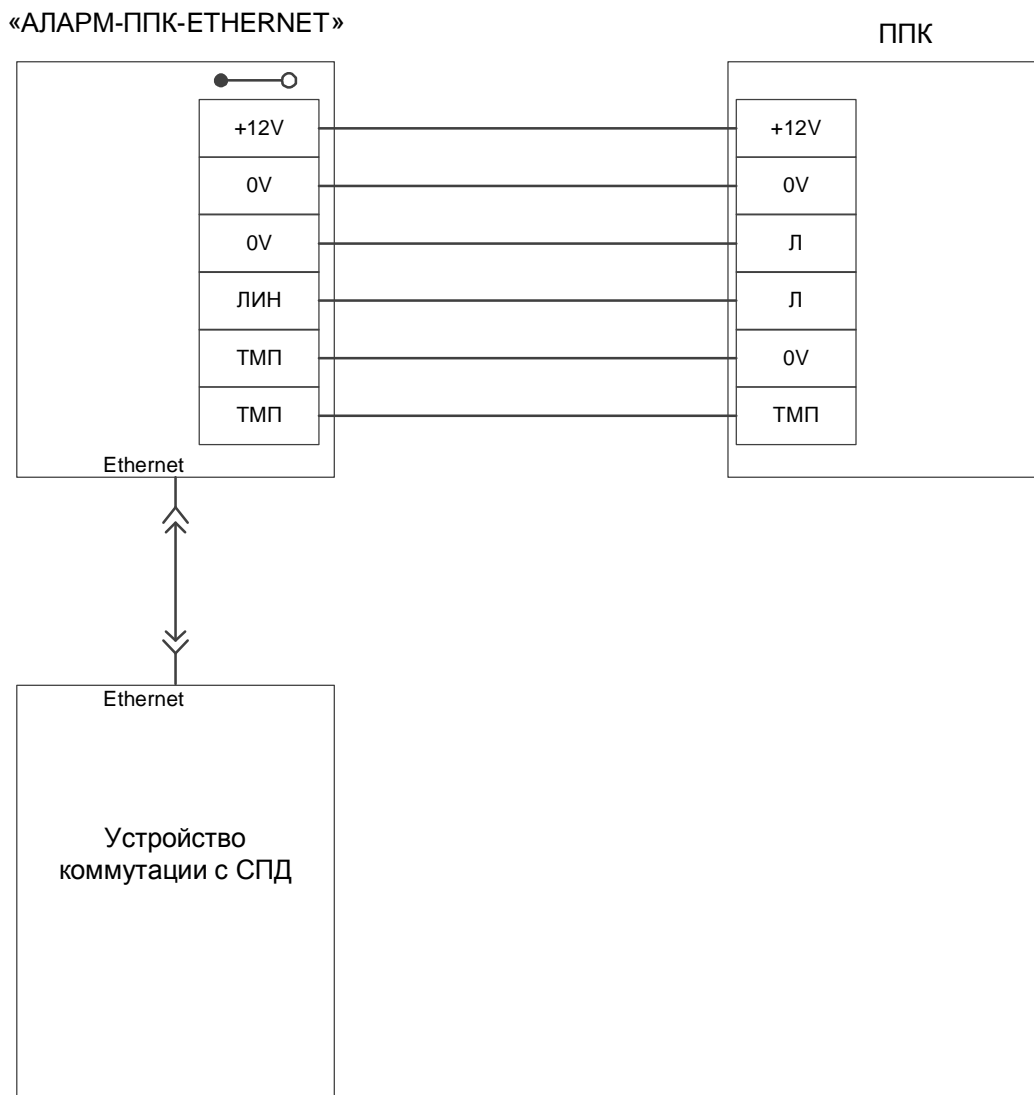

Рисунок 1 – Схема подключения ППК к блоку
- присоединить все цепи блока в соответствии со схемой подключения (рисунок 1), при необходимости подключения тампер-контакта блока к ШС ППК дополнительно руководствоваться эксплуатационной документацией ППК;